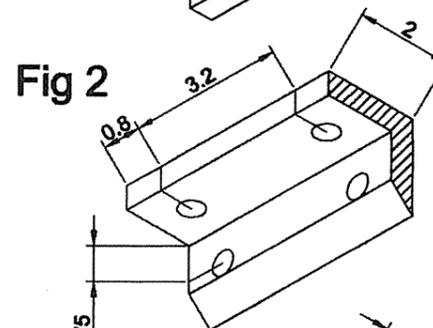

Fig 2
Montage des attelages. Fig 2
- * Normalement cette équerre est constituée de 2 plaques de tôle réunies par la cornière de la Fig.2. J'ai trouvé plus simple de figurer cet assemblage en soudant simplement cette dernière au creux de l'équerre.